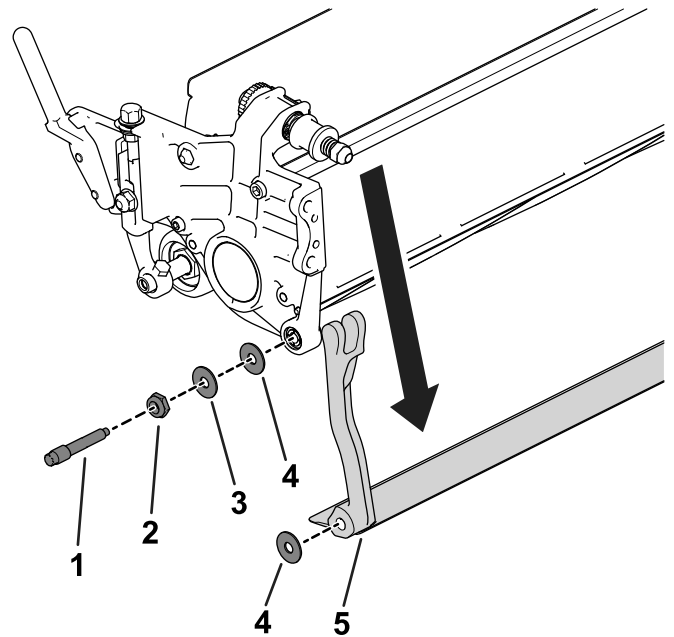

Figure 20
3. De chaque côté de la machine, desserrez le contre-écrou indiqué à la Figure 20.
4. Retirez chaque boulon de la barre d'appui afin de pouvoir abaisser la barre et la déposer de l'unité de coupe (Figure 20).
Mettez de côté les 2 rondelles en acier et 1 rondelle en plastique à chaque extrémité de la barre d'appui (Figure 20).